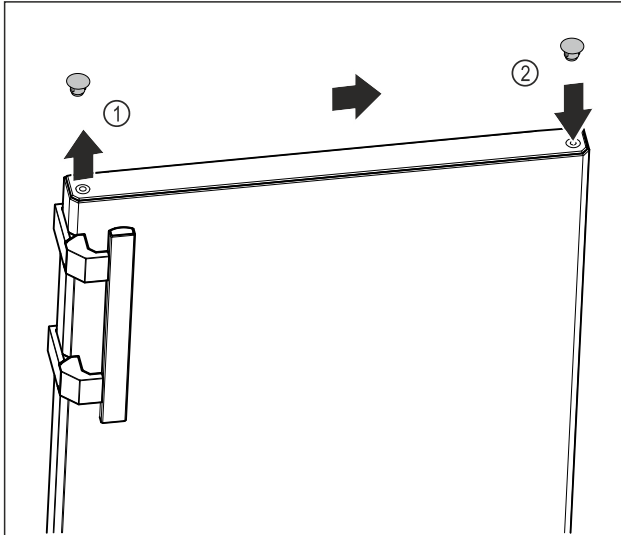

Fig. 10
- Løft dekselpluggen til dørens overside Fig. 10 (1) forsiktig med skrutrekker.
- Sett inn dekselpluggen på motsatt side. Fig. 10 (2)